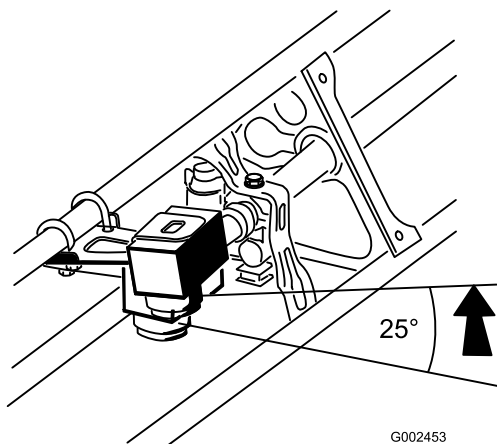

Figura 3
- Ruotate il sensore e il tubo di protezione verso l'alto in modo da posizzarli a un angolo di circa 25 gradi sopra la linea parallela al suolo, quindi serrate tutti i dadi di bloccaggio sui bulloni a U per fissare il sensore e il tubo di protezione (Figura 3). Completata la regolazione, il tubo di protezione dovrebbe trovarsi sopra il sensore.